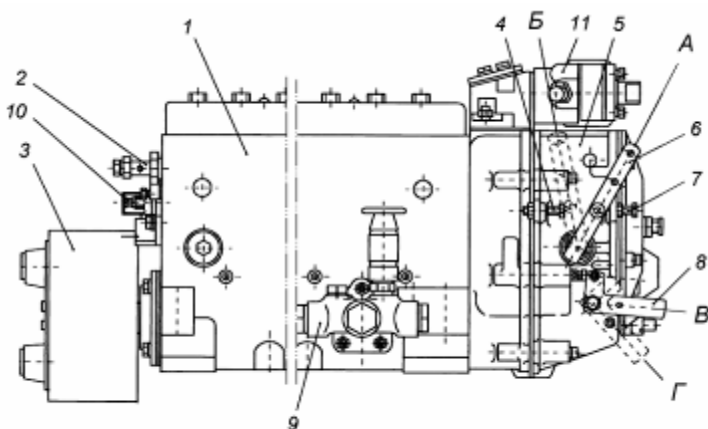
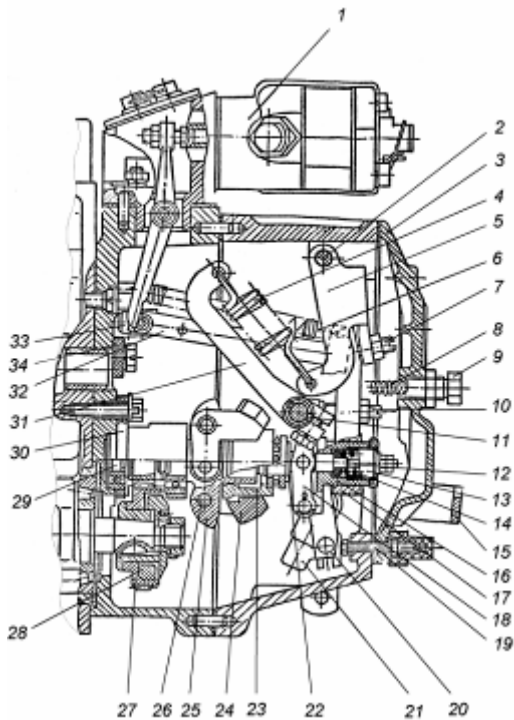

Рис. 20. Топливный насос высокого давления:
Рис. 22. Регулятор частоты вращения:
Далее через каналы в блоке часть масла через втулку (дроссель с калиброванным отверстием) поступает к форсункам охлаждения поршней и затем сливается в картер. Другая часть поступает в масляный фильтр (рис. 20). В корпусе фильтра установлен перепускной клапан. Когда разность давлений до и после фильтра достигает $200 \dots 250$ кПа ($2,0 \dots 2,5$ кгс/см²), клапан открывается и часть неочищенного масла подается непосредственно в масляную магистраль. К моменту начала открытия перепускного клапана произойдет замыкание подвижного и неподвижного контактов сигнализатора. В этот момент в кабине водителя загорается сигнальная лампочка, соединенная с клеммой сигнализатора. Такое повышение давления может произойти тогда, когда засорен элемент фильтра или масло имеет большую вязкость (например, при пуске двигателя в холодное время года).
Топливный насос в сборе показан на рис. 20. С топливным насосом высокого давления в одном агрегате объединены регулятор частоты вращения 5, топливоподкачивающий насос 9 и демпферная муфта.
Связь секций с регулятором частоты вращения насоса осуществляется через рейку. Рейка топливного насоса перемещается в направляющих втулках, запрессованных в корпусе насоса. На выступающем из насоса конце рейки имеется болт 10 (рис. 20), которым она упирается в защитный колпачок при положении рейки перед пуском двигателя. При вывертывании болта из рейки пусковая подача уменьшается.
Регулятор частоты вращения 5 (рис. 20) механический всережимный прямого действия с повышающей передачей на привод грузов, предназначен для поддержания заданного водителем скоростного режима работы двигателя путем автоматического изменения количества подаваемого топлива в зависимости от изменения нагрузки на двигатель. Кроме того, регулятор ограничивает максимальную частоту вращения двигателя и обеспечивает работу двигателя в режиме холостого хода. Регулятор имеет устройство для выключения подачи топлива в любой момент независимо от режима работы двигателя. Автоматически поддерживая скоростной режим при изменяющихся нагрузках, регулятор обеспечивает экономичную работу двигателя. Устройство регулятора частоты вращения показано на рис. 22.
На валик напрессована державка грузов 25 (рис. 22), на осях 26 которой находятся грузы 24. Грузы своими роликами упираются в торец муфты 23, которая через упорный подшипник
Муфта 23 с упорной пятой 22 в сборе одним концом опирается на направляющую поверхность державки, а за второй конец подвешена на рычаге 18 отрицательного корректора, закрепленном на втулке 16 отрицательного корректора. Пята муфты грузов связана через узел отрицательного корректора с рычагом рейки 20 и через тягу 32 с рейкой топливного насоса. К верхней части рычага рейки присоединена пружина 6 рычага рейки, удерживающая рейку насоса в положении, соответствующем максимальной подаче, что обеспечивает увеличенную подачу топлива при пуске двигателя. В нижнюю часть рычага рейки запрессован палец, который входит в отверстие ползуна кулисы 21. Вал 11 рычага регулятора жестко связан с рычагом управления 6 (рис. 20) и рычагом пружины 31 (рис. 22). Перемещение рычага управления регулятором ограничивается двумя болтами 4 и 7 (рис. 20). За рычаг пружины 31 (коротким зацепом) (рис. 22) и двуплечий рычаг 5 (длинным зацепом) зацеплена пружина регулятора 4, усилие которой передается с двуплечего рычага на рычаг регулятора через винт - 7 двуплечего рычага. В рычаг регулятора ввернут регулировочный болт 10, который упирается в вал рычага пружины и служит для регулировки номинальной подачи топлива. В нижней части рычага регулятора расположено корректирующее устройство (12,13,14,16,18) с отрицательным корректором, предназначенного для формирования внешней скоростной характеристики ТНВД и крутящего момента двигателя. Рычаг регулятора снабжен боковой накладкой, удерживающей втулку 16 обратного корректора и упорную пяту 22 от проворота. Кроме того, хвостовик болта крепления боковой накладки, входя в боковой продольный паз втулки предохраняет ее от выпадания из расточки рычага. Упор 34, закрепленный на корпусе регулятора, не позволяет рычагу пружины 31 опасно приближаться к вращающимся грузам. Для полного выключения подачи топлива служит механизм останова, состоящий из кулисы 21, скобы 15 и возвратной пружины. Во время работы кулиса прижата усилием возвратной пружины к регулировочному винту 19.
- 1 Минимальная частота вращения холостого хода регулируется болтом 7 (рис. 20) и корпусом буферной пружины 9 (рис. 22);
- 2 Максимальная частота вращения холостого хода (начало выброса рейки) регулируется болтом 4 (рис. 20).
- 3 Номинальная мощность (подача) регулируется болтом 10, подрегулируется винтом 19 (рис. 22).
- 4 Предварительное натяжение пружины (разность оборотов конца и начала выброса рейки) регулируется винтом 7 (рис. 22).
- 5 Подача топлива при 500 мин^{-1} регулируется гайкой обратного корректора 12 (рис. 22):
- 6 Предварительное натяжение пружины обратного корректора (обороты начала срабатывания корректора) регулируется корпусом корректора 13 (рис. 22).
Топливоподкачивающий насос 9 (рис. 20) – поршневого типа предназначен для подачи топлива из топливного бака через фильтры грубой и тонкой очистки к топливному насосу высокого давления. Производительность топливоподкачивающего насоса в 3...4 раза превышает производительность топливного насоса высокого давления, что гарантирует стабильность процесса топливоподачи от цикла к циклу.